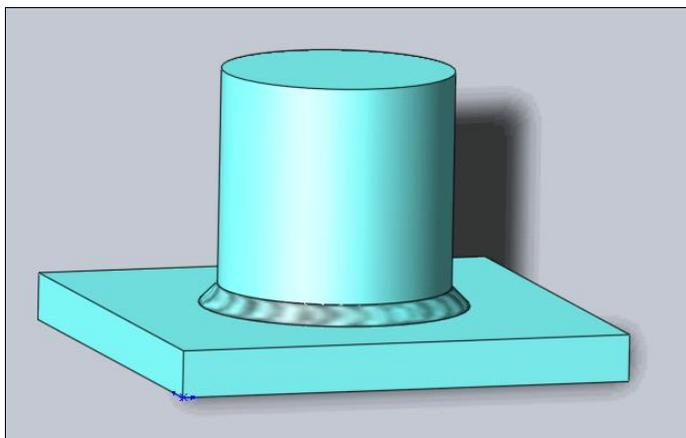

Рис. 5.59
- Осталось нажать кнопку **ОК**  и получить готовое сварное соединение, показанное на рис. 5.59. Никаких затруднений в выполнении данной команды не происходит, т. к. цилиндрическая поверхность располагается ортогонально к привариваемой плоской поверхности.